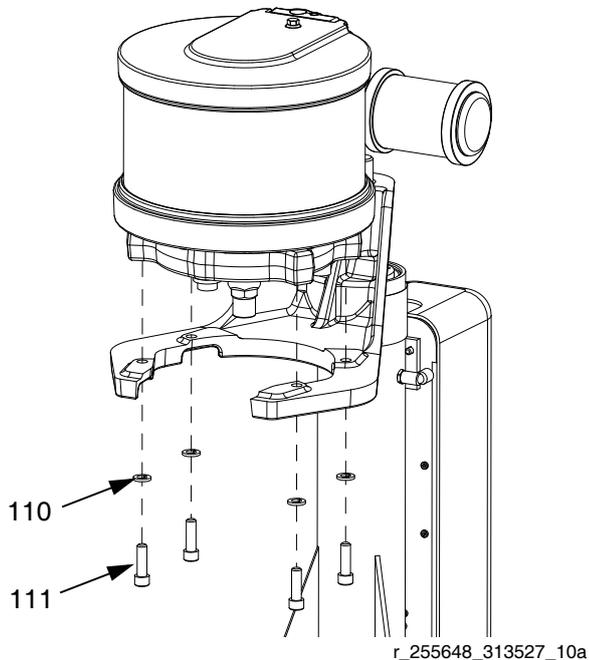

FIG. 28
1. Fixez le moteur sur le support de montage à l'aide des vis (111) et des rondelles (110). Consultez la FIG. 28.